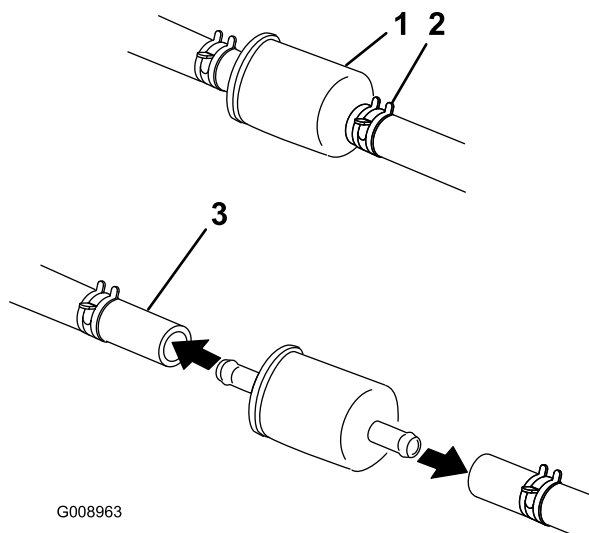

Figure 45
5. Pincez les extrémités des colliers et faites glisser ceux-ci pour les éloigner du filtre (Figure 45).